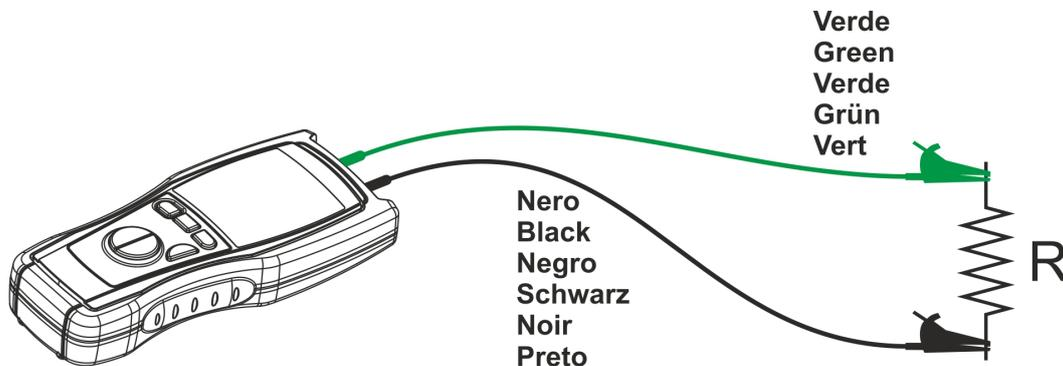

Fig. 5 : Connexion des bornes de l'instrument
5. Positionner les embouts sur les points désirés du circuit sous test (voir Fig. 5).